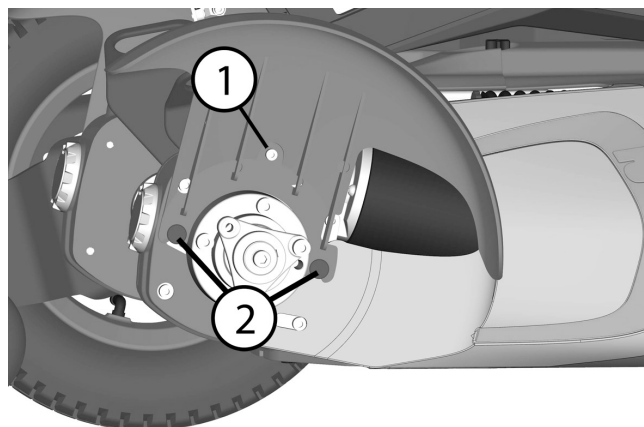

Abbildung 18. Der Kotflügel ist mit einer Schraube (1) und unten mit zwei Befestigungspunkten (2) montiert.
Der Kotflügel ist mit einer Schraube (1) und zwei Befestigungspunkten (2) montiert. Siehe Abbildung. 18.
Die Abbildung 18 zeigt den Rollstuhl ohne Antriebsräder, damit der Kotflügel besser zu sehen ist. Das Antriebsrad muss für diese Arbeit nicht abmontiert werden.
1. Kotflügel platzieren und sicherstellen, dass die beiden Befestigungspunkte (2) in der Aussparung des Tragarms richtig platziert sind. Siehe Abbildung. 18.
2. Schraube (1) montieren. Siehe Abbildung. 18.